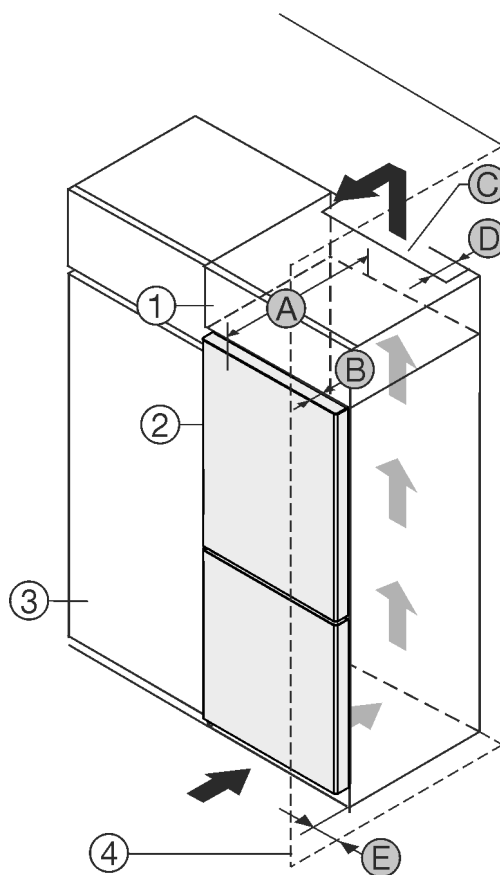

Fig. 1
- (1) Armadietto sovrapponibile
- (2) Apparecchiatura
- (3) Mobile da cucina
- (4) Parete
- (A) Profondità apparecchiatura
- (B) Profondità porta
- (C) Sezione di ventilazione
- (D) Distanza lato posteriore apparecchiatura
- (E) Distanza lato apparecchiatura
È possibile posizionare l'apparecchiatura accanto a un mobile da cucina Fig. 1 (3).
Sul lato posteriore dell'armadietto sovrapponibile deve essere presente un vano di scarico dell'aria con la profondità Fig. 1 (D) che attraversa l'intera larghezza dell'armadietto sovrapponibile.
Sotto al soffitto deve essere presente la sezione di ventilazione Fig. 1 (C).
Se si installa l'apparecchiatura con le cerniere accanto a una parete Fig. 1 (4), la distanza tra l'apparecchiatura e la parete deve essere di almeno 13 mm .
Se si installa l'apparecchiatura con le cerniere accanto a una parete Fig. 1 (4), la distanza tra l'apparecchiatura e la parete deve essere di almeno 20 mm .
Per poter aprire completamente la porta, installare l'apparecchiatura in modo che sporga dal frontale del mobile da cucina almeno della misura della profondità della porta Fig. 1 (B). L'apparecchiatura può sporgere ulteriormente a seconda della profondità dei mobili da cucina Fig. 1 (3) e dell'utilizzo di distanziatori a parete.